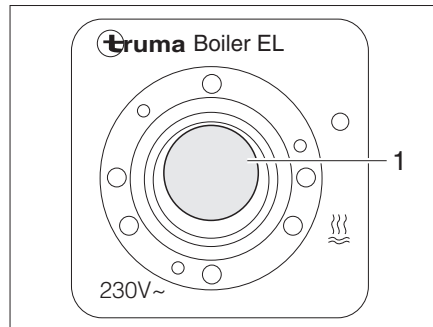

Fig. 126 Interruptor oscilante para la caldera Truma (funcionamiento con electricidad a 230 V)
- Conectar el interruptor oscilante (Fig. 126,1). La luz de control del interruptor se enciende. El agua de la caldera se calienta a 65 °C.
- Poner el interruptor oscilante (Fig. 126,1) en la posición "O". La luz de control del interruptor se apaga.
- En la unidad de mando (Fig. 125) poner el interruptor giratorio (Fig. 125,3) en "O" (Fig. 125,4) o poner el interruptor oscilante (Fig. 126,1) en "O".